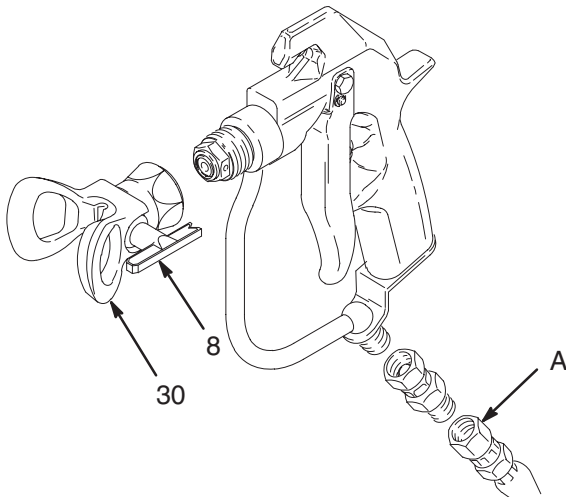

Abb. 2
1. Einen elektrisch leitenden Materialschlauch (A) an den Pistoleneinlass anschließen. Siehe Abb. 2.
4. Die Umkehrdüse (8) und den Düsenschutz (30) einbauen. Die Anweisungen in der mitgelieferten Bedienungsanleitung befolgen. Siehe Abb. 2.